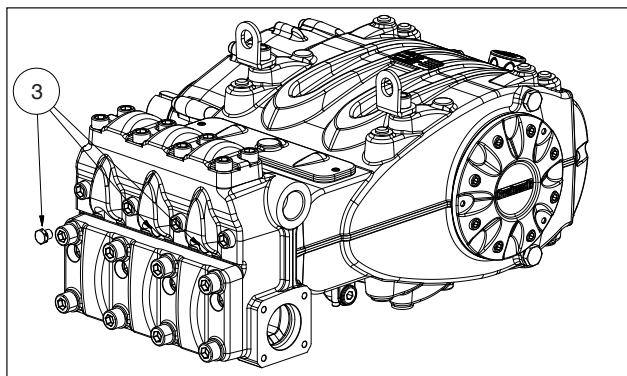

Рис. 11
При возникновении проблем с заливкой по причине недостаточного питания, можно снять три пробки на фронтальной стороне торца, как показано в поз. ③ Рис. 11.